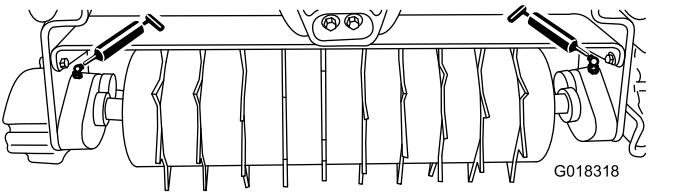

Figura 6
Lubrique los 2 engrasadores (Figura 6) de cada aireador cada 15 horas de uso, usando grasa de litio de propósito general nº 2. Para obtener los mejores resultados, utilice una pistola de engrasar manual.
- Aplique grasa a los cojinetes del eje del aireador hasta que note presión (Figura 6).